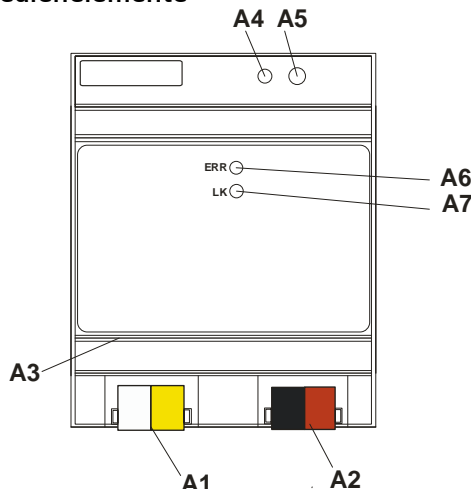

Bild 2: Lage der Anzeige- und Bedienelemente
- Verbinden Sie die Hilfsspannung AC/DC 24V mit der gelb-weißen Busklemme (Bild 2, A1).
- Verbinden Sie die Busleitung mit der schwarz-roten Busklemme (Bild 2, A2).
- Stecken Sie ein Ethernet Patchkabel mit RJ45 Stecker in die RJ45 Buchse (Bild 2, A3), um das Gerät mit dem LAN / Intranet zu verbinden.
Es besteht eine Verbindung zu einem Netzwerk, wenn die gelbe LED mit der Kennzeichnung ERR (Bild 2, A6) dauernd leuchtet. Wenn die LED LK (Bild 2, A7) aufleuchtet, werden Daten vom bzw. zum Gerät gesendet.
- Entfernen Sie zuerst das Ethernet Patchkabel aus der RJ45 Buchse (Bild 2, A3).
- Entfernen Sie die gelb-weiße Busklemme (Hilfsspannung) aus der Buchse (Bild 2, A1).
- Entfernen Sie die schwarz-rote Busklemme (Busleitung) aus der Buchse (Bild 2, A2).